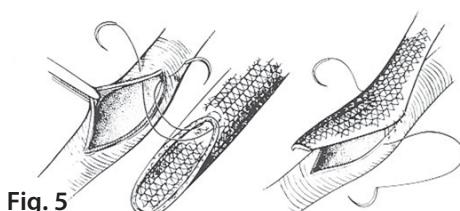

Fig. 5
2. Monofilamentpolypropylen er det foretrukne suturmateriale. Under suturering krænges kanterne af protesen udad for at sikre, at den fulde vægtykkelse og et trådøje bliver dækket af hver sutur. Fig. 5. Det tilrådes kun at anvende ikke-skærende nåle, når der sutureres.